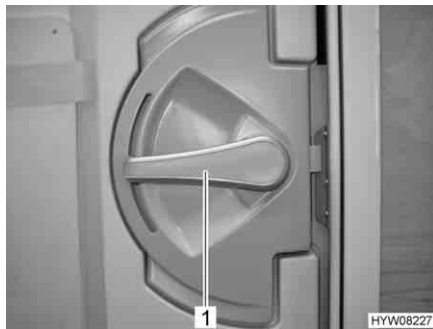

Fig. 30 Cerradura de la puerta de entrada, en el interior
- Presionar hacia abajo el tirador de la puerta (Fig. 30,1).
- Girar hacia arriba unos 45° el tirador de la puerta (Fig. 30,1) y dejarlo en esta posición.